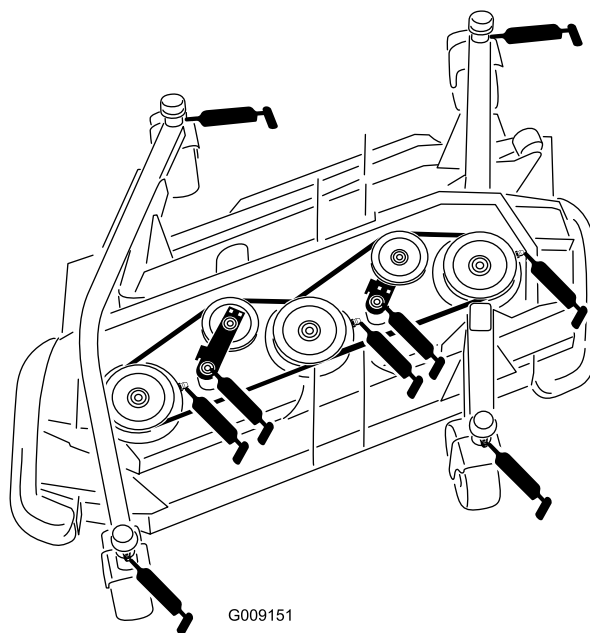

Figura 54
- 4 casquillos del eje de la horquilla de la rueda giratoria (Figura 54)
- 3 cojinetes de eje giratorio (situados en el alojamiento del eje) tal y como se muestra en la Figura 54
- 2 casquillos de pivote de brazo tensor (situados en el eje del pivote tensor) tal y como se muestra en la Figura 54